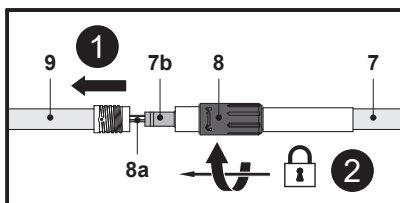

Fig. 1
1. Aliniază fanta (7b) din tija posterioară (7) cu proeminența de centrare din interiorul tijei frontale (9) și introdu-o (fig. 1, pasul 1). Asigură-te că nu ai presat cablul de alimentare (8a).
2. Montează manșonul de blocare (8) pe filetul tijei frontale (9) și strânge manșonul (8) în sens orar pentru a fixa prinderile (fig. 1, pasul 2).